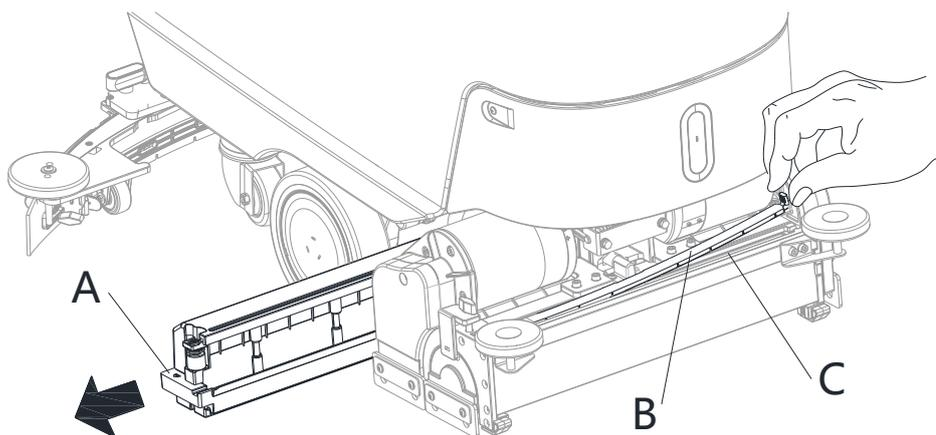

Abb. 17
- Ziehen Sie den Kehrgutbehälter (A, Abb. 17) von der Seite ab, reinigen Sie ihn sorgfältig und setzen Sie ihn wieder auf das Deck. Es empfiehlt sich die Reinigung am Schichtende.
- Die Gummiabdeckung (B) hochziehen und die Ableitvorrichtung (C) reinigen, um sicherzustellen, dass nicht alle Löcher verstopft sind. Die Gummiabdeckung (B) nach der Reinigung wieder anbringen.